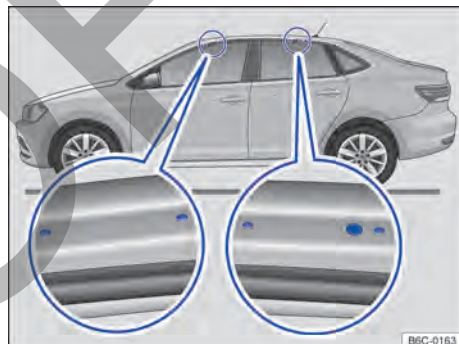

Fig. 152 Puntos de fijación de los soportes básicos del portaequipaje de techo (ambos lados)
Los orificios o marcas de los puntos de fijación de los soportes básicos son visibles con las puertas (delanteras y traseras) del vehículo abiertas y se encuentran a los lados en las vigas del techo → fig. 152 (lupa). Los orificios o marcas para fijación detrás se encuentran en la parte inferior de las vigas del techo → fig. 152 (lupa derecha).
- Fije los soportes de base solo en las marcas indicadas en la figura → fig. 152.